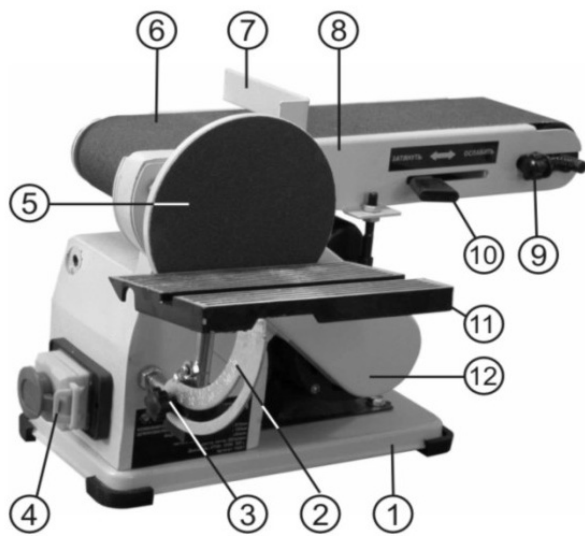

Рис.2
### 12.1. Смена и регулировка шлифовальной ленты (Рис. 2)
12.1.1. При необходимости установки новой шлифовальной ленты (6) переместите рукоятку (10) в сторону ведомого ролика шлифовальной ленты. Шлифовальная лента (6) ослабнет, и в это время можно снять старую шлифовальную ленту и заменить ее на новую. После этого переместите рукоятку (10) в сторону ведущего ролика шлифовальной ленты. Если шлифовальная лента (6) натянулась слабо или не совмещена по центру, отрегулируйте ее вращением винта регулировки (9), Рис.2. Проверьте правильность установки шлифовальной ленты (6) вращением ее вручную в направлении ведущего ролика. При включении станка шлифовальная лента (6) должна находиться в средней части роликов.
12.3.1. Ослабьте фиксирующий винт, Рис.3, снимите шлифовальный диск (5) и кожух ремня (12), Рис.2.
12.3.5. Установите и закрепите кожух ремня (12), Рис.2. Установите шлифовальный диск (5) и затяните фиксирующий винт, как показано на рисунке 3.
Установите четыре резиновые подушки (Б), Рис.1, на углы станины (1), Рис.2. Установите станок на горизонтальную ровную и устойчивую поверхность верстака, исключив возможность опрокидывания станка при работе.
Ослабьте две фиксирующие гайки (15), как показано на Рис.7 (одна гайка находится снизу) и установите стол шлифовальной ленты (8), Рис.2, на нужный угол от 0° до 90°. Затяните фиксирующие гайки (15) перед началом работы.